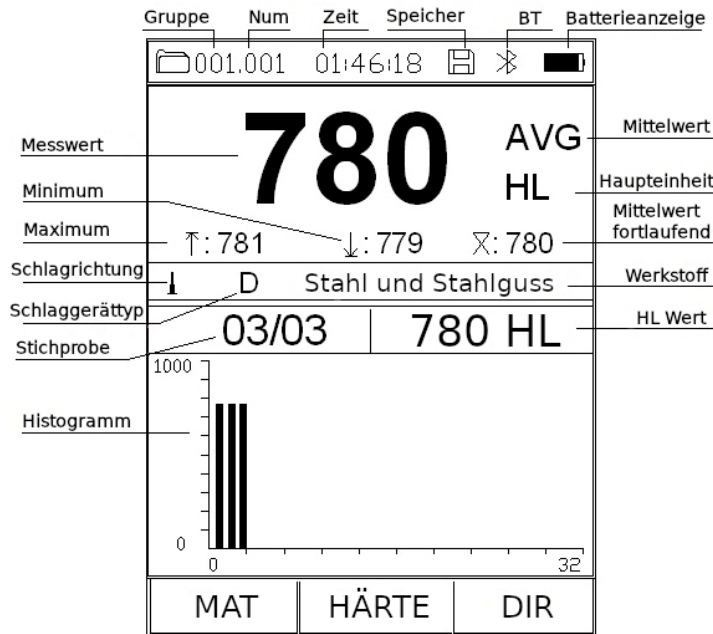

Bild 7
- Erscheint auf dem Display die Hauptanzeige (Bild 7), können Messungen durchgeführt werden.